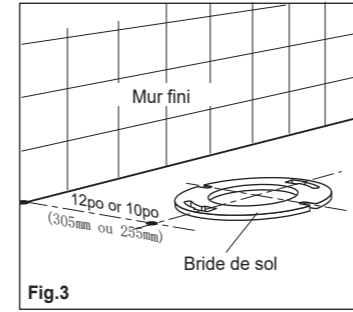

Fig.3
1. Afin de procéder à l'installation de la toilette à siphon une pièce Caravelle Smart, veuillez vous assurer que la bride de sol est bien positionnée par rapport au mur fini, comme illustré à la fig.3.